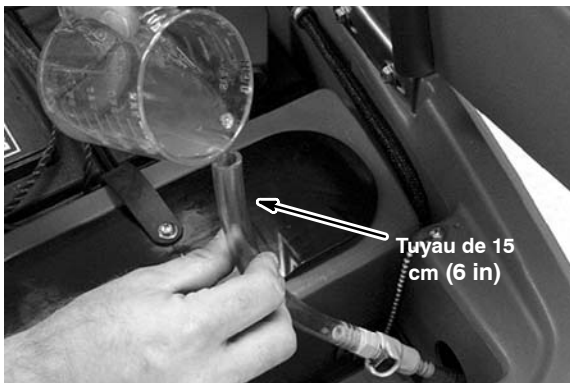

FIG. 61
3. Remontez le tuyau d'alimentation vers le compartiment FaST-PAK. Branchez le tuyau de 15 cm acheté séparément, sur le raccord de valve et versez de l'antigel RV dans le tuyau jusqu'à ce qu'il soit plein (Figure 61). Pressez plusieurs fois le tuyau d'alimentation si l'antigel ne s'écoule pas.